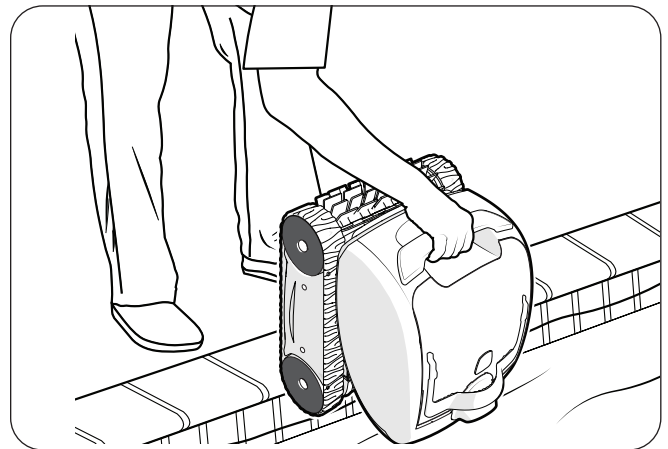

Figure 15. Soulever le robot nettoyeur hors de la piscine à l'aide de la poignée
1. Tirer doucement le câble flottant pour amener le robot nettoyeur à portée de main. Lorsque le robot nettoyeur est à portée de main, utilisez la poignée pour le sortir de l'eau. Ne jamais soulever le robot nettoyeur hors de la piscine par le câble flottant (Figure 15)